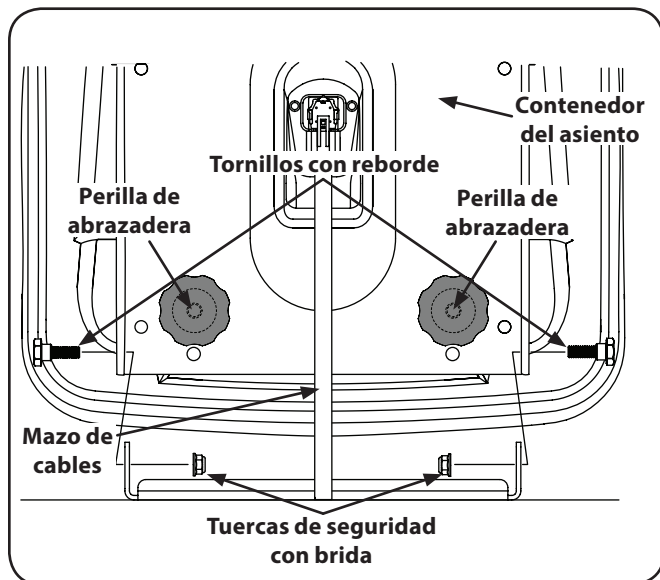

Figura 3-4
- Quite los dos tornillos con reborde y las tuercas de seguridad con brida del contenedor del asiento tal como se muestra en la Figura 3-4.
- Gire el asiento hasta la posición deseada y asegúrelo en su lugar con los tornillos de reborde y las tuercas de seguridad con brida que extrajo antes. Tenga cuidado de no doblar o dañar el cableado mientras instala el asiento. Vea la Figura 3-4.